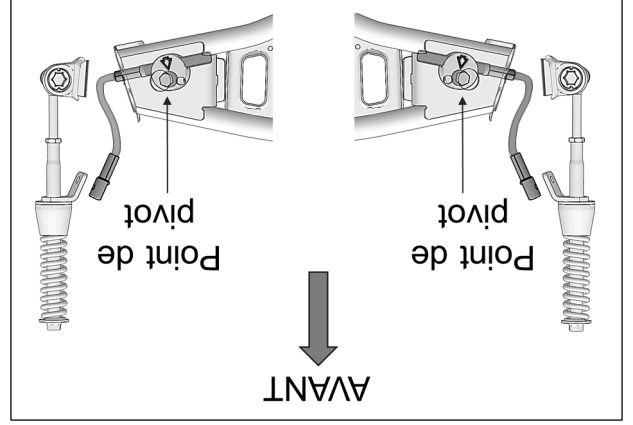

Fig. 23
12. À l'assemblage, assurez-vous que le point de pivot du disque en aluminium soit positionné en avant du câble du limiteur de conduite. Voir la Fig. 23